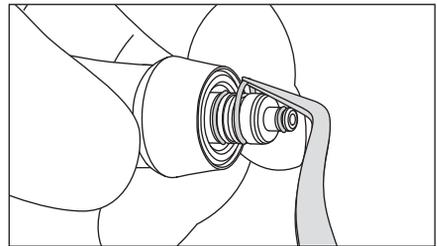

Abb. 18
- *Entfernen Sie die O-Ringe und reinigen Sie diese und die Rillen sorgfältig, wenn im Bereich der O-Ringe Pulver haftet. (Abb. 18)